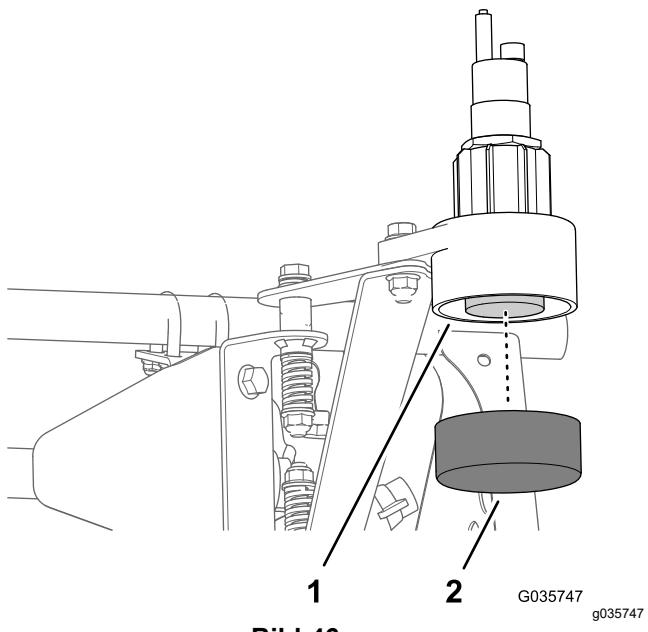

Bild 46
1. Setzen Sie den Deckel auf die Unterseite des unteren Gehäuses auf (Bild 46).